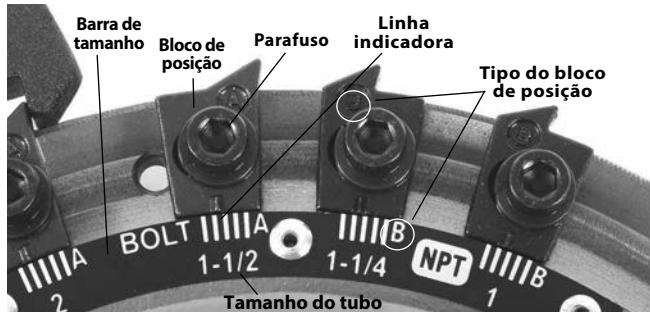

Figura 15 – Ajustar o tamanho da rosca
- Certifique-se sempre de que o tipo do bloco de posição corresponde (Figura 15).